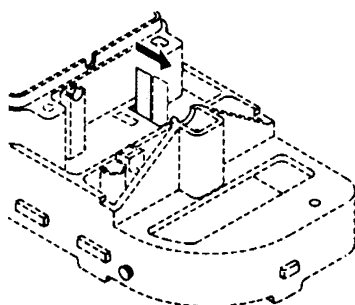

Fig. 17
► L'attache de cliquet en métal se glisse latéralement de son logement. Remplacez-la en la glissant jusqu'à ras du coin plastique (Fig. 17 et 18).